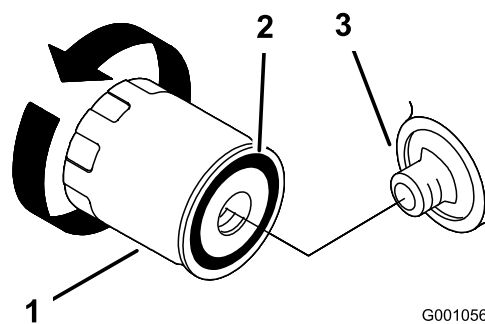
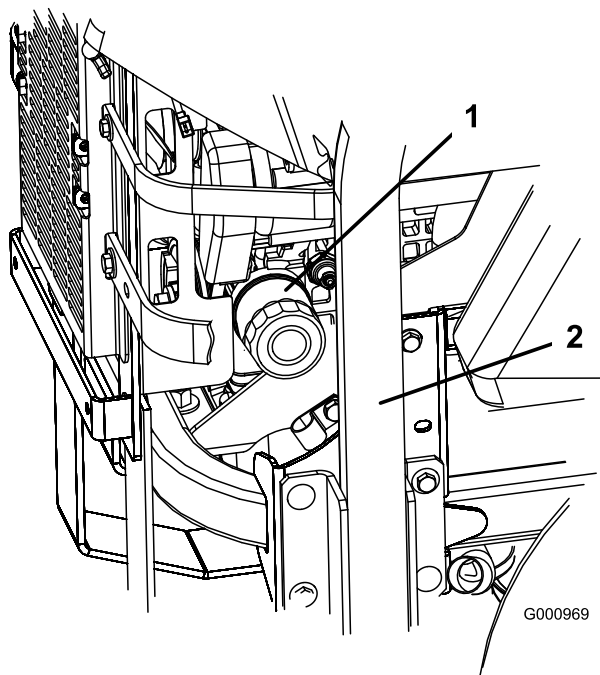

Figure 45
Figure 44
3. Tournez le filtre dans le sens anti-horaire pour le déposer (Figure 44 et Figure 45).